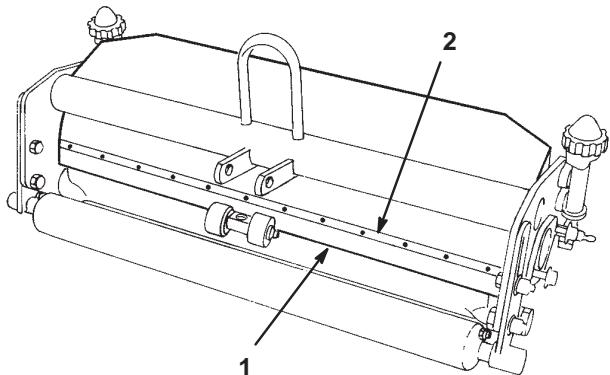

図13
1. 左右のサイドプレートの間にベッドバーを引き入れる。このとき、ベッドバーの左右端部がシールドの下にくるように注意する（図13）。
- A. カウンタバランスのエンド・キャップ ( 図13 ) の固定ナットを取り外し、スタッドからエンド・キャップを抜き取る。